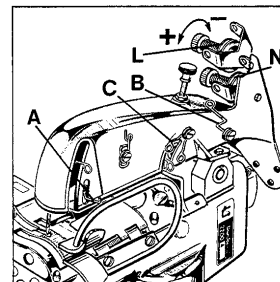

Fig. 13
Set the needle thread take-up (A, Fig. 13) so that the needle thread contacts the hook (A) just when the needle thread loop leaves the looper point.
Stellen Sie den Nadelfadenzug (A, Fig. 13) so ein, daß der Nadelfaden den Haken (A) berührt, wenn die Nadelfadenschlinge die Greiferspitze verläßt.